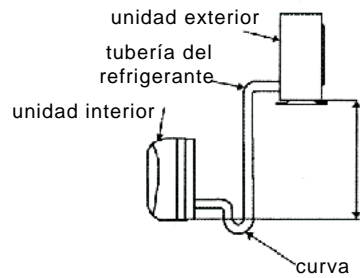

Fig.16
- Si la unidad exterior es más alta que la unidad interior, asegúrese que se haga una curva en la tubería del refrigerante, la cual es menor que el borde inferior de la unidad interior. Ver Fig. 16.